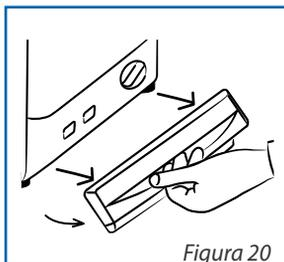

Figura 20
- Retire el zócalo. Ver figura 20